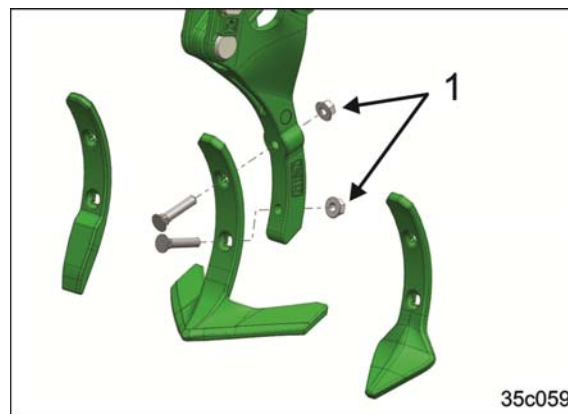

Fig. 169
1. Desfaceți piulițele de fixare (Fig. 169/1)
3. Strângeți piulițele de fixare (Fig. 169/1)